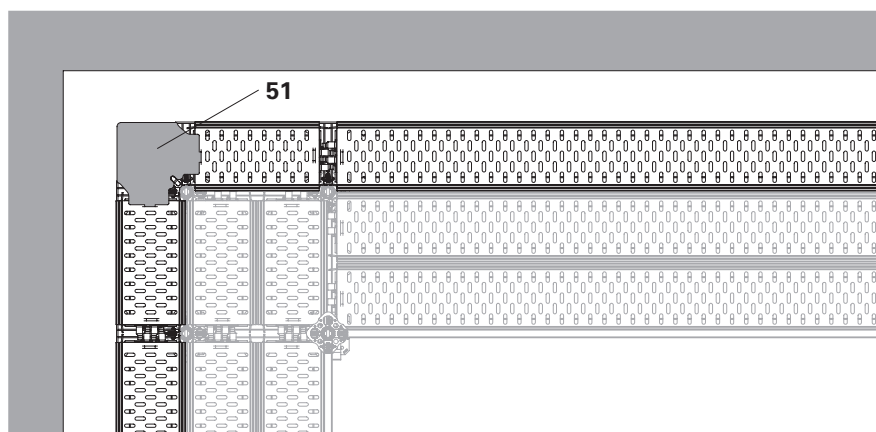

Fig. A7.06
- La tavola è posizionata e fissata (Fig. A7.06 + A7.06c)